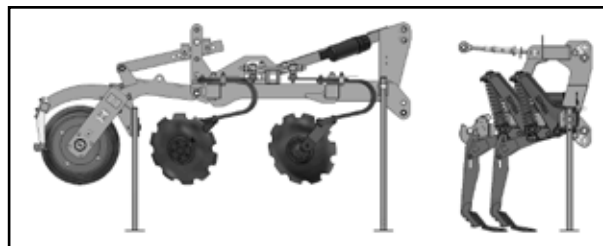

Abb. 4.03: Parkposition (abgekuppelt)
1. Montieren Sie die Abstellstützen an die Simba X-Press (siehe Abb. 4.03 auf Seite 17).
Wenn die Simba ST-Bar im abgekuppelten Zustand abgestellt werden soll, muss sie aus Gründen der Stabilität auf die Abstellstützen und die Zinken abgesenkt werden. Die Simba X-Press kann im abgekuppelten Zustand auf den beiden vorderen und hinteren Abstellstützen abgestellt werden (siehe Abb. 4.03).